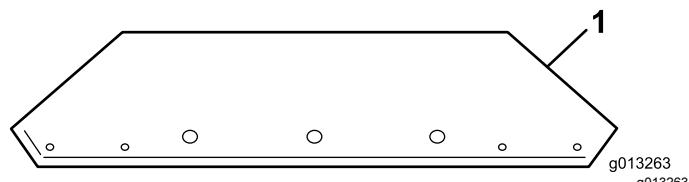

Figura 10
1. Estraete le prolunghe della tracolla dalla scatola e individuate l'anteriore e la posteriore (Figura 10 e Figura 11).